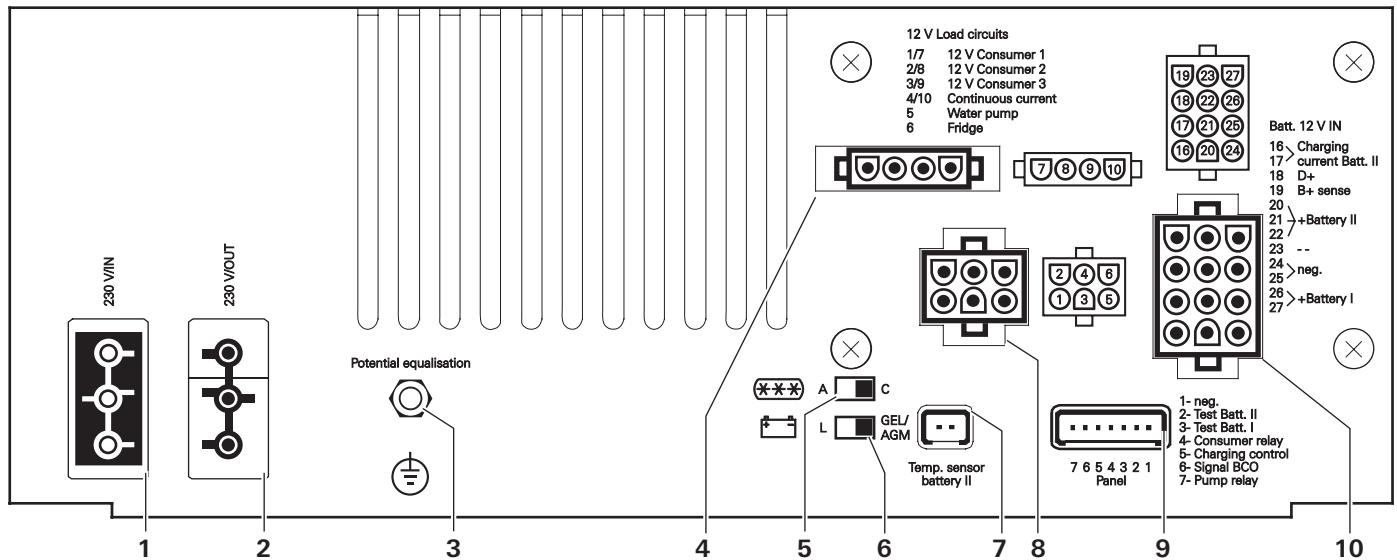

Figura 4: Parte anteriore apparecchio / collegamenti
Le uscite per le utenze (figura 4, pos. 4 e 8, contatto da 1 a 3 e da 7 a 9) conducono +12 V soltanto se il relè dell'utenza è stato allacciato. Il relè utenza si collega soltanto se sussiste +12 V di tensione di rete sul contatto no. 4 della spina a 7 poli. I circuiti elettrici dell'utenza 1 / 7 e 2 / 8 sono rispettivamente controllati da un fusibile 10 A, i circuiti elettrici utenza 3 / 9 sono invece controllati da un fusibile 15 A.
Commutatore (figura 4, pos. 5) in posizione A – funzionamento assorbitore. A motore acceso il frigorifero viene alimentato mediante la dinamo del veicolo. Il relè frigorifero disinserisce il frigorifero dalla batteria di alimentazione dopo l'arresto del motore. L'azionamento avviene mediante il cavo D+ (corrente continua) della dinamo. Il funzionamento del frigorifero con 12 V è quindi possibile soltanto durante la marcia. Nel caso di pause il frigorifero può essere alimentato soltanto mediante alimentazione a gas o mediante tensione di rete. Con ciò si esclude lo scaricamento delle batterie di alimentazione. Questo circuito elettrico (contatto 6) è assicurato con un fusibile da 15 A.
Commutatore (figura 4, pos. 5) in posizione C – funzionamento compressore. Il frigorifero viene alimentato mediante la corrente continua se l'interruttore principale sul pannello di comando è acceso.
Se per la batteria d'alimentazione (batteria II) l'alimentazione elettrica viene azionata insieme ad un sensore temperatura (figura 4, pos. 7), l'alimentazione elettrica regola in automatico la tensione di carica in base alla temperatura della batteria. Questo consente una carica della batteria particolarmente efficace e delicata. Senza l'uso di una sonda termica, l'alimentatore elettrico regola il processo di carica come se la batteria avesse una temperatura di 20 °C. A tale proposito vedi anche i capitoli processo di carica e dati tecnici.
Mediante questo commutatore (figura 4, pos. 6) l'alimentazione elettrica viene regolata per il tipo di batteria utilizzata: AGM / batteria al gel oppure batteria all'elettrolito fluido (L). Ciò ha effetto sulla carica durante la fase di ricarica. A tale proposito vedi anche il capitolo processo di carica e dati tecnici.